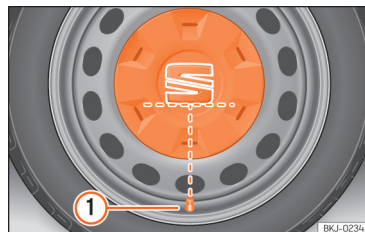

Abb. 193 Korrekte Anbringung der Radvollblende für Stahlfelgen.
- Legen Sie die Radvollblende an die Felge. Die Unterseite des Buchstabens „S“ des SEAT-Emblems muss mit dem Reifenventil übereinstimmen >>> (Abb. 193) ①.